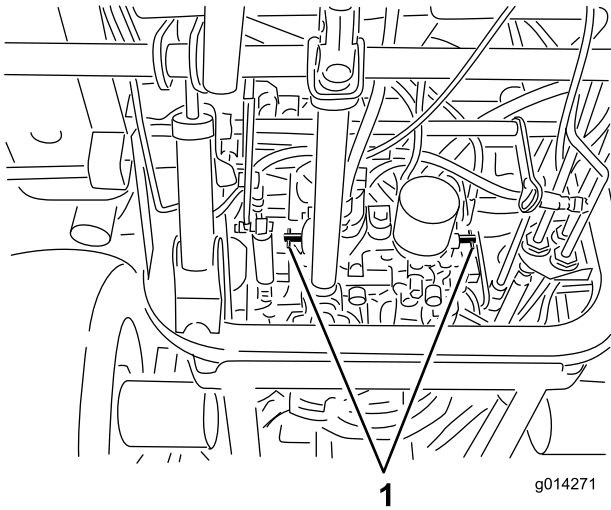

Figure 25
4. Tournez chaque vanne de dérivation d'un tour dans le sens anti-horaire (Figure 25).
Tournez chaque vanne de dérivation d'un tour dans le sens horaire et serrez-les à la main (couple de serrage de 8 N·m approx.) (Figure 25).